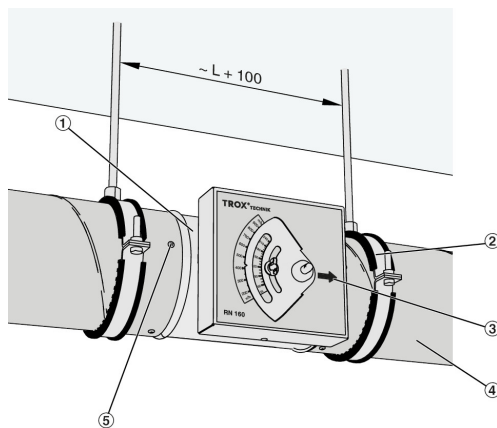

Рис. 17: Пример монтажа
1. ▶ Предварительно соберите крепежные элементы (Рис. 17/2) на месте монтажа, на расстоянии около $L + 100$ мм.
2. ▶ Подсоедините воздуховод (Рис. 17/4) и подведите его прямо к месту установки регулятора.
3. ▶ Вставьте патрубок регулятора CAV (Рис. 17/1) в воздуховод; обратите внимание, что направление воздушного потока отмечено стрелкой (Рис. 17/3).
4. ▶ Протолкните воздуховод (Рис. 17/4) в другой патрубок.
6. ▶ Прикрепите регулятор к воздуховоду с помощью винтов или заклепок (Рис. 17/5).